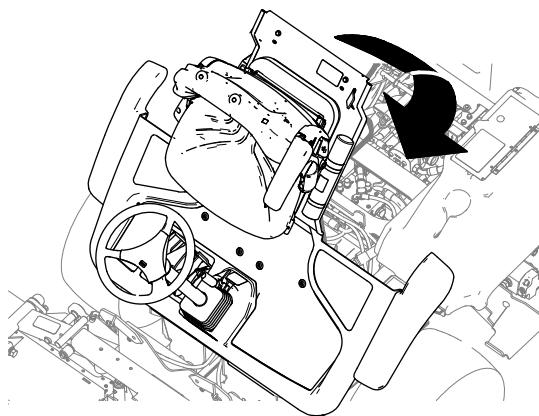

Figure 45
- Abaissez doucement la plateforme (Figure 45).